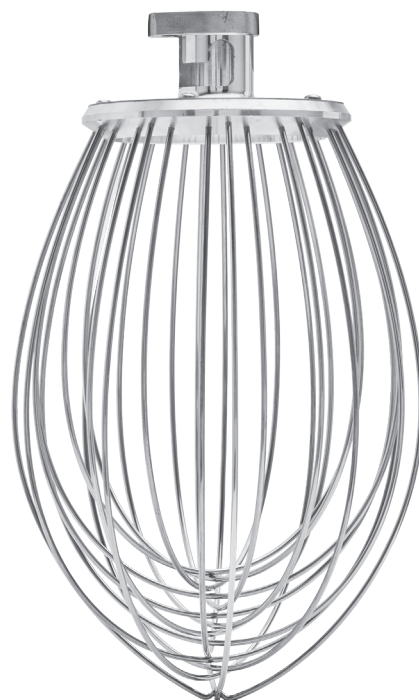

Fig. 9
- Fermez la grille de protection du bol; faites-la pivoter vers la gauche jusqu'à ce qu'elle s'arrête en position fermée (fig. 9).